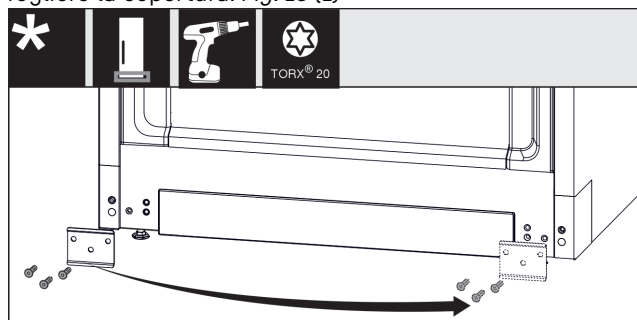

Fig. 17
- Svitare la lamiera, spostarla sull'altro lato e riavvitarla. Fig. 17 (1)